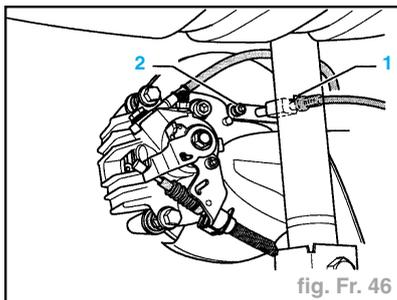

fig. Fr. 46
- Débrancher le connecteur (1) entre le capteur de régime et le câble (flèche) (fig. Fr. 46).